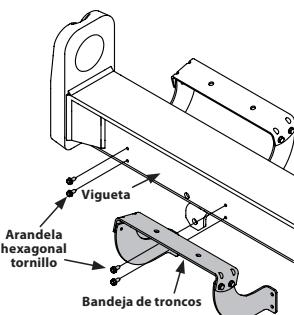

Figura 6
15. Desconecte el bandeja de troncos de la víguela que está al costado de la válvula de control extrayendo los dos tornillos de las arandelas hexagonales que lo sujetan a la víguela y los dos tornillos de las arandelas hexagonales de la víguela. Vea la Figura 6.